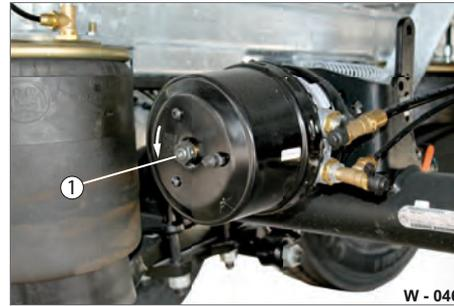

Abb. 51 Feststellbremse lösen
- ▶ Löseschraube (Abb. 51/1) herausdrehen.
- ▶ Löseschraube (Abb. 51/1) zudrehen. Die Löseschraube dreht sich hinein - die Feder wird entspannt.